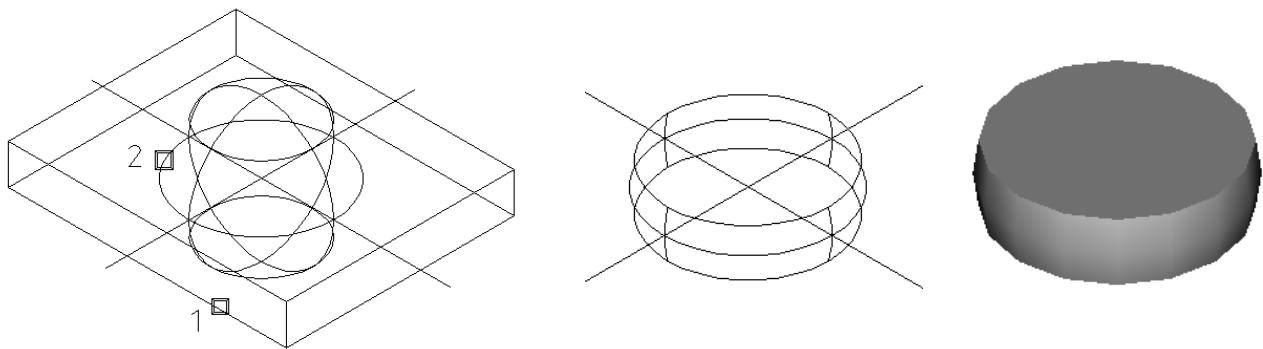

Рис. 6.4
6.3. Створення тіл шляхом пересікання (рис. 6.4).